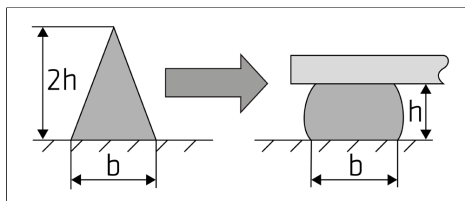

Figure 1 : Configuration de cordon recommandée
Mettre en marche et charger le distributeur PowerCure selon le manuel d'instruction PowerCure. Le mélangeur doit être remplacé lorsque l'application est interrompue pendant plus de cinq (5) minutes. Le Sikaflex®-554 PowerCure peut être appliqué à une température se situant entre +5 °C et +40 °C, mais des changements dans la réactivité et les propriétés d'application doivent être pris en compte. La température du substrat et du produit optimale se situe entre +15 °C et +25 °C. Il faut prendre en compte que la viscosité du produit augmentera à basse température. Pour faciliter l'application, conditionner l'adhésif à température ambiante avant l'utilisation. Le temps ouvert est beaucoup plus court lors de températures chaudes et humides. Les éléments doivent être installés à l'intérieur du temps ouvert. Il est recommandé d'appliquer l'adhésif en un cordon de forme triangulaire, pour assurer une épaisseur uniforme de la ligne de collage (voir figure 1).